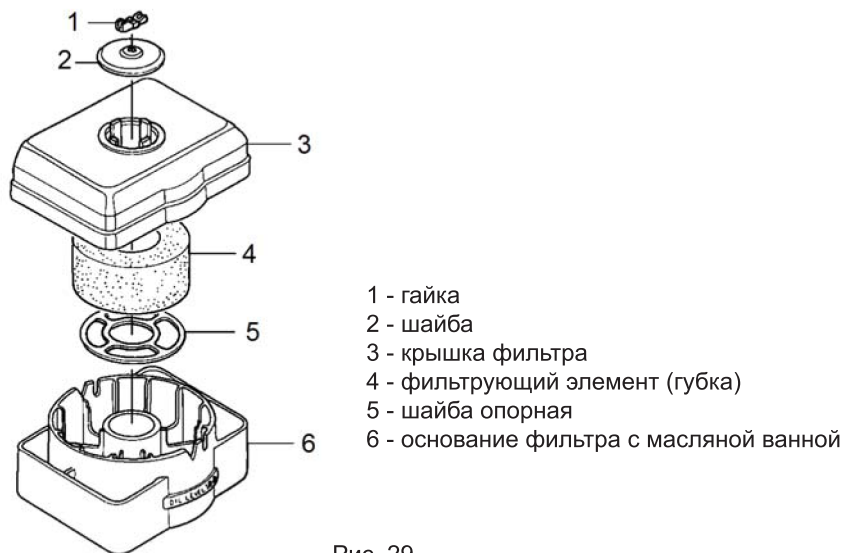

Рис. 29
1. Открутите гайку крышки воздушного фильтра (Рис. 29).